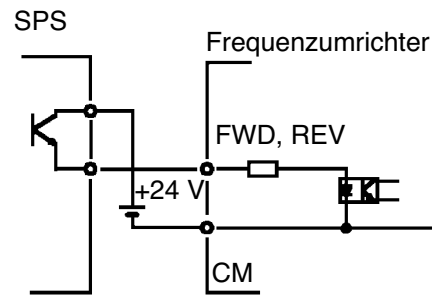

Bild 2-3-11 Anschluß einer externen Spannungsversorgung
1. Die digitalen Eingangsklemmen (FWD, REV und X1 bis X9) werden normalerweise durch Schließen oder Öffnen der Verbindung P24 ein- oder ausgeschaltet. Wird die Spannung von +24 V von außen zugeführt, müssen die Klemmen wie in Bild 2-3-11 gezeigt angeschlossen werden.